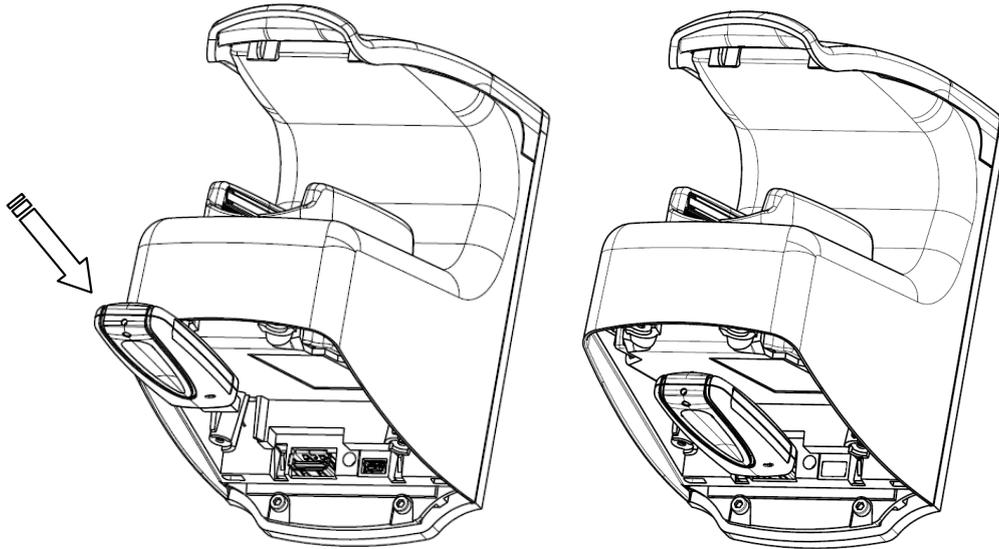

Figure 10 : Branchement de la clé mémoire USB
10. À ce stade, une clé mémoire USB peut être connectée sur le terminal (voir Figure 10). Pour plus de détails sur la configuration et les réglages, se référer au Guide d'utilisation du terminal MorphoAccess® VP. Une fois la configuration terminée, débrancher la clé mémoire USB.
9. À ce stade, une clé mémoire USB peut être connectée sur le terminal (voir Figure 10). Pour plus de détails sur la configuration et les réglages, se référer au Guide d'utilisation du terminal MorphoAccess® VP Series. Une fois la configuration terminée, débrancher la clé mémoire USB peut être retirée.